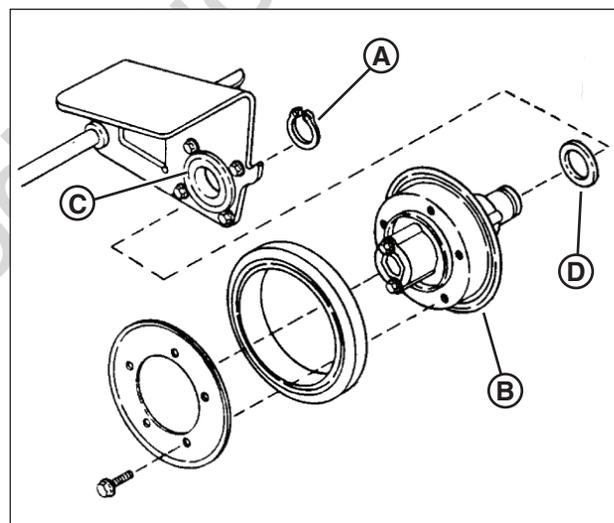

Figure 31: Remplacement du roulement du disque entraîné
2. Retirez l'anneau de retenue (**A**, **Figure 31**) qui fixe le moyeu du disque entraîné (**B**) au plateau de pression.